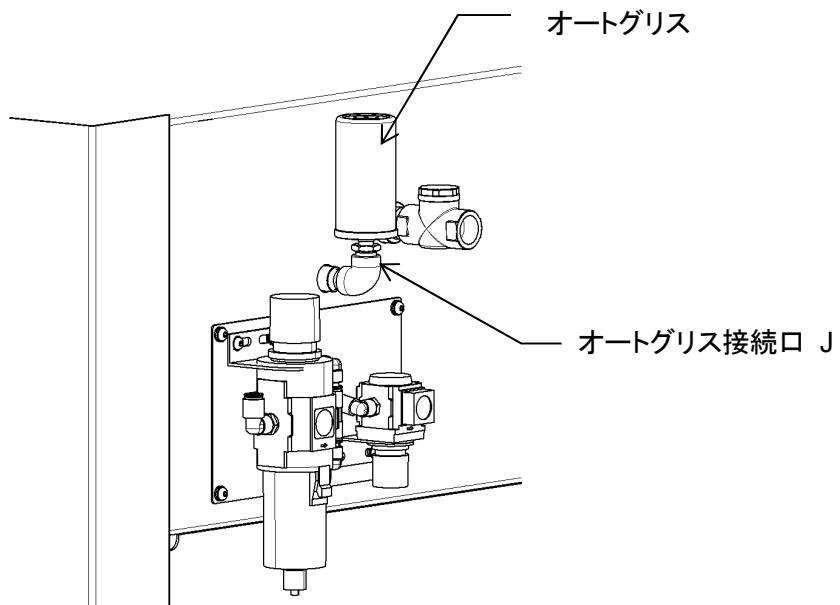

図 5-4
- ・付属品のオートグリスをオートグリス取り付け口 J に取り付けます。(図 5-4)